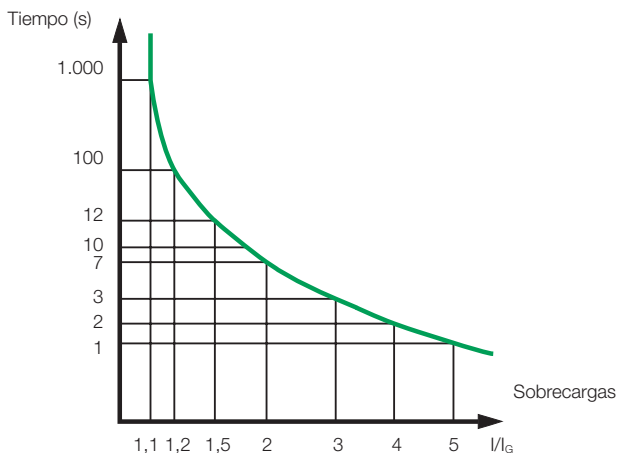

Fig. J17-009: protección clásica de un alternador.
■ La selectividad con respecto a las protecciones del alternador, que normalmente coinciden con la fig. J17-009.